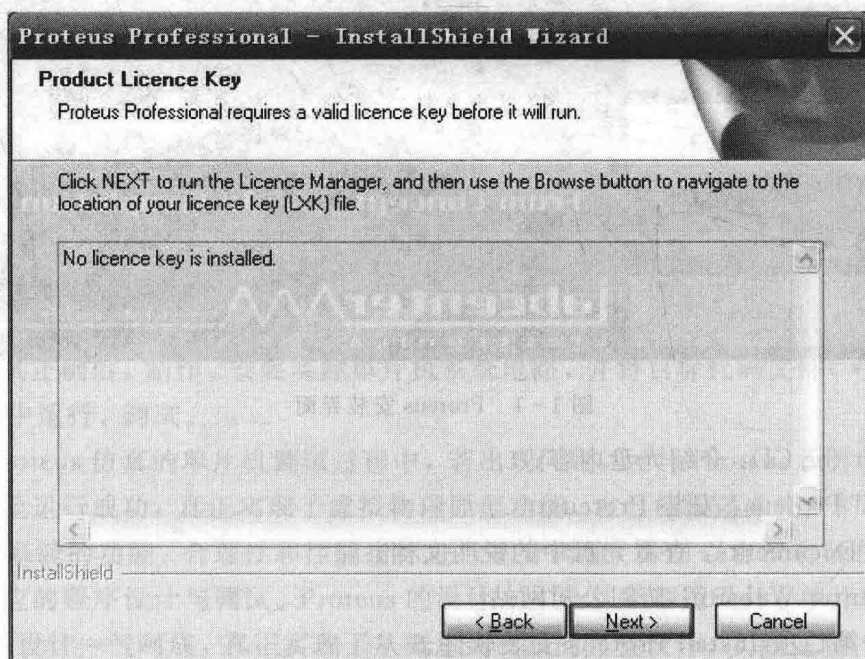

图 1-3 Proteus 安装 Licence 提示界面
(4) 单机版的安装。
① 进入 Product Licence Key 设置窗口，如果以前未安装过 Licence，则出现如图 1-3 所示界面。